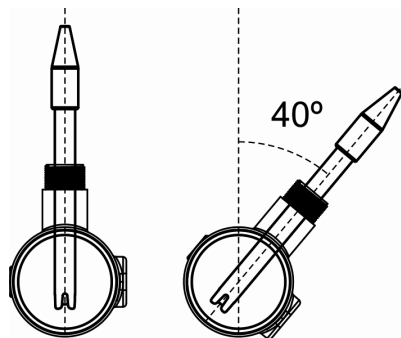

Fig. 13
4. Instalar siempre la sonda de pH preferiblemente en posición vertical o con una inclinación máxima de 40° (Fig. 13).